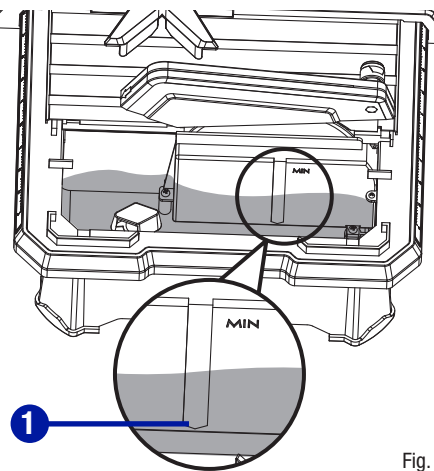

Fig. 14
REPLISSAGE DU RÉSERVOIR D'EAU (Fig. 14)
- Remplissez le réservoir d'eau et arrêtez-vous lorsque celle-ci commence à s'écouler de l'ouverture du bouchon. Lorsque l'outil est en marche, le niveau d'eau ne doit jamais baisser en deçà de la marque indiquant MIN (1). (Fig. 14)